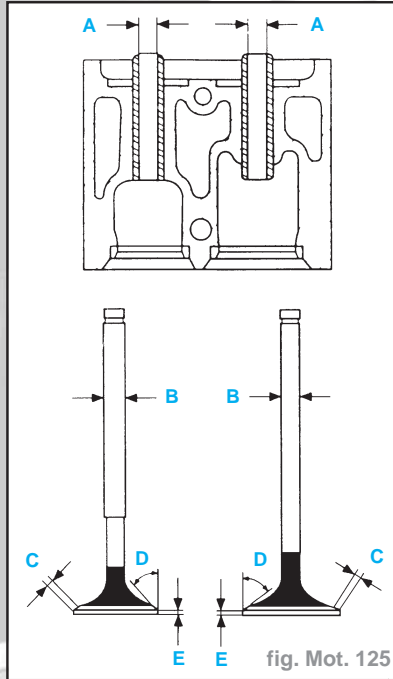

fig. Mot. 125
- le diamètre de la queue de soupape 'B' des soupapes d'admission et d'échappement, voir tableau (fig. Mot. 125),